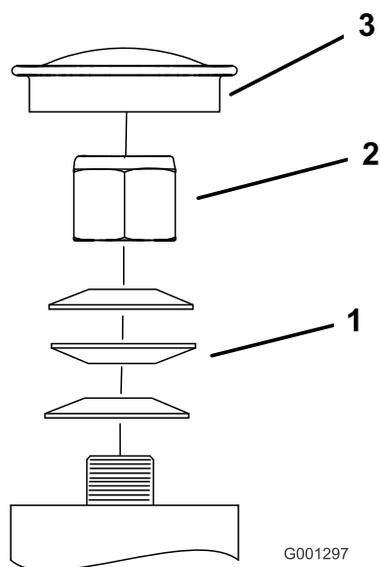

Figura 69
3. Retire o tampão antipoeira da roda e aperte a porca de bloqueio (Figura 69).
4. Aperte a porca de freio até que as anilhas de mola estejam planas e, em seguida, recue 1/4 de volta para aplicar devidamente a pré-carga nos rolamentos (Figura 69).
**Importante:** Certifique-se de que as anilhas de mola estão corretamente montadas como ilustrado na Figura 69.
5. Instale o tampão antipoeira (Figura 69).